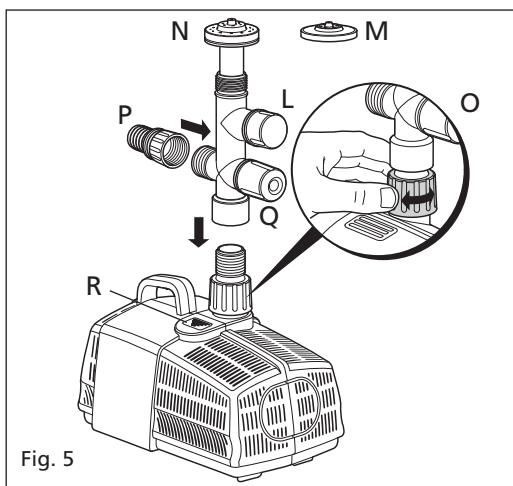

Fig. 5
3. Высота фонтана контролируется вращением регулятора струи (см. Рис. 5 (L)).
4. При необходимости, для достижения фонтана другой формы и высоты может быть использовано 2-х ярусная фонтанная насадка (см. Рис. 5 (M)) в отличие от 3-х ярусной (см. Рис. 5 (N)).
6. Шаровидное соединение в нижней части Т-образного элемента может использоваться для регулировки угла распылителя, с целью придания ему вертикального положения. (см. Рис. 5 (O))
2. Присоедините подходящий отрезок шланга диаметром 25мм, надев его на нарезной конец шланга (см. Рис. 5(P)) и закрепите его подходящим шланговым зажимом, затем расположите водоотводный конец шланга по желанию.
3. Для достижения максимального напора струи водопада, навинтите нарезной конец шланга непосредственно на водоотвод насоса. Некоторые установки требуют регулировки напора воды. В этих случаях, навинтите тройник на водоотвод насоса, навинтите нарезной конец шланга к втулке водоотвода водопада и отрегулируйте напор струи при помощи регулятора струи (см. Рис. 5 (Q)).
2. Придерживая насос одной рукой, нажмите кнопку на его верхней части и откройте решётку фильтра. См. Рис. 5 (R).